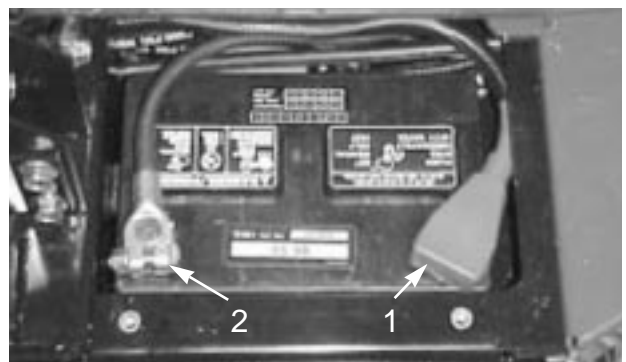

図 2
- 7 . 赤い (+) ケーブルをバッテリーの (+) 端子に、黒いケーブル (-) はバッテリーの (-) 端子に固定する (図2)。レンチで確実に固定する。各端子に十分にはまり込んでいること、ケーブルに無理がないことを確認し、ショート防止のために (+) 端子にゴムキャップをかぶせる。